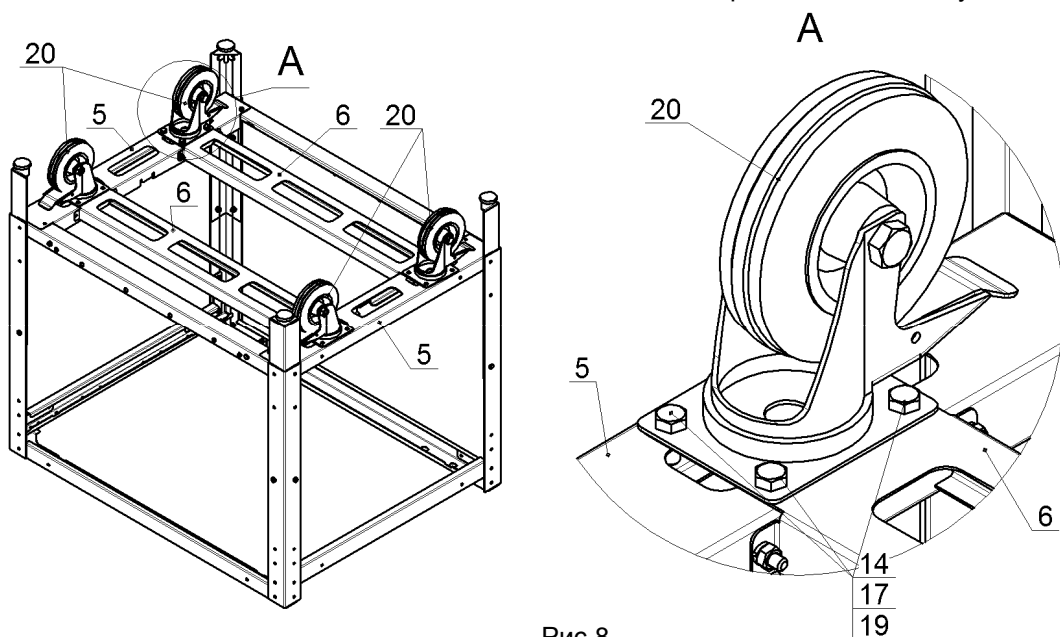

Рис.8
8. На профилях поперечных, поз.6 и профилях боковых, нижних, поз.5, закрепить колёса поворотные, поз.20, при помощи болтов М8, гаек и шайб, поз.14, 17 и 19, как показано на рис.8. Гайки затянуть: